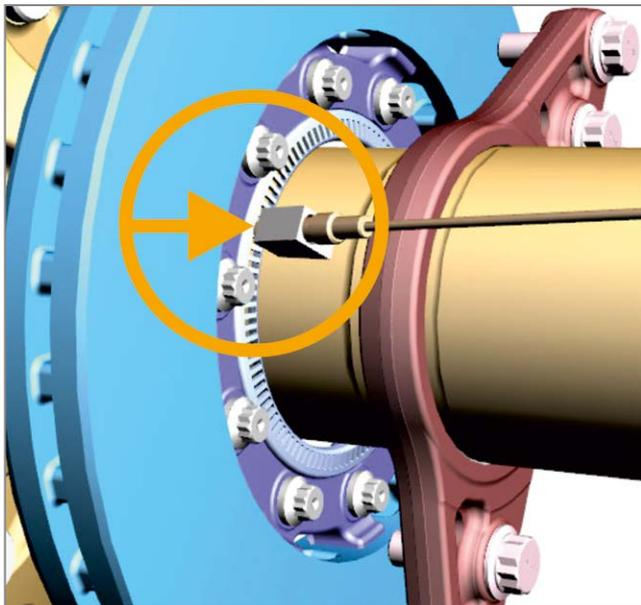

Abb. 4 - ABS-Sensor Aus- und Einbau
1. ABS-Sensor Abb. 4 aus dem Sensorhalter mit Klemmbuchse herausziehen.